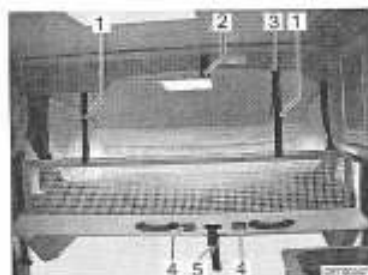

Fig. 79 Lit escamotable
- Détacher la sangle de sécurité (Fig. 79,5) du plafond (Fig. 79,2).
- Verrouiller le lit escamotable au plafond (Fig. 79,2) avec la sangle de sécurité (Fig. 79,5).
- L'échelle de montée doit être accrochée par les deux étriers aux crampons (Fig. 79,4) se trouvant sur le lit escamotable.
- Faire s'enclencher les sangles de retenue (Fig. 79,1) dans les œillets (Fig. 79,3) du plafond.